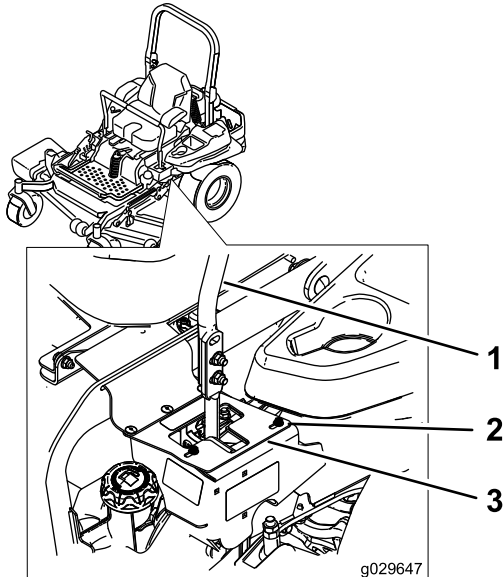

Figure 65
6. Si elle se déporte à droite, desserrez les boulons et déplacez la plaque de butée gauche en arrière sur la fente en T gauche, jusqu'à ce que la machine se déplace en ligne droite (Figure 65).
7. Si elle se déporte à gauche, desserrez les boulons et déplacez la plaque de butée droite en arrière sur la fente en T droite, jusqu'à ce que la machine se déplace en ligne droite (Figure 65).
8. Serrez les boulons de la plaque (Figure 65).